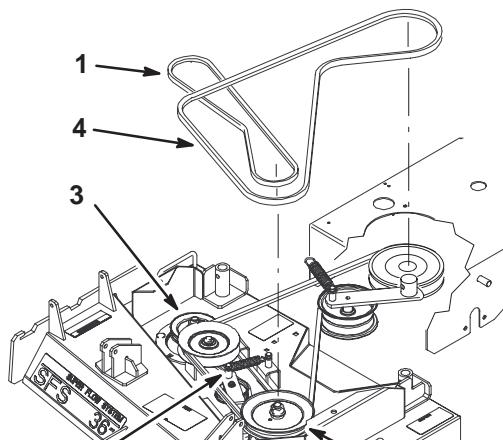

Figure 58
6. Décrochez le ressort du bras de la poulie de tension pour réduire la tension sur le bras et la poulie de tension, puis enlevez la courroie usagée (Fig. 58).
7. Installez une courroie neuve autour de la poulie d'axe extérieure, de la poulie de tension et dans la gorge inférieure de poulie d'axe double (Fig. 58).
8. Raccrochez le ressort du bras de tension (Fig. 58).